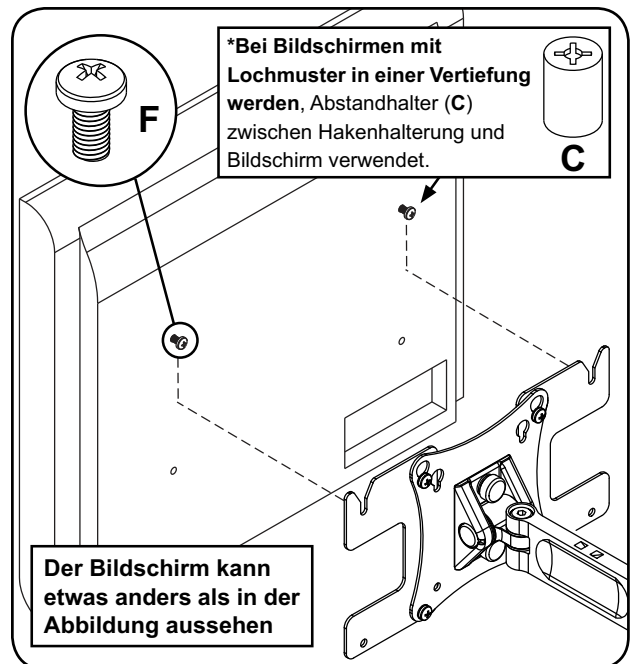

Abbildung 4.1
**3** Bringen Sie die Adapterplatten (J) mit den M5 x 6 mm Schrauben (K) und vier Unterlegscheiben Nr. 10 (L) an der Kippplatte des Arms (AA) an.
**4** Bringen Sie die zwei M4 x 12 mm Schrauben (A) so in den beiden oberen Löchern des Bildschirms an, dass noch ca. 6,3 mm (1/4 Zoll) Gewinde zu sehen sind. Hängen Sie die Schrauben wie in Abbildung 4.1 darstellt in die Schlitze der Adapterplatten (J).
**HINWEIS:** Wenn sich das Lochmuster in einer Vertiefung befindet, bringen Sie zwei M4 x 20 mm Schrauben (B) mit zwei Abstandhaltern (C) in den beiden oberen Löchern des Bildschirms an.